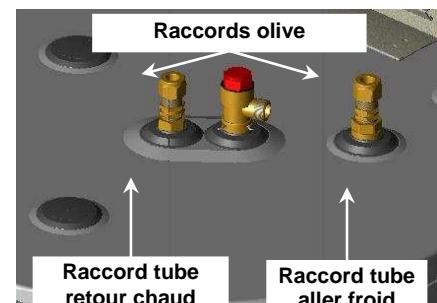

Figure 1.6
- La tuyauterie **d'aller (tube froid)** sera reliée entre le raccord olive décentré situé en haut de l'unité et marqué du label "**cold**" (cf. figure 1.6, ci-dessous) et le **point bas à gauche des capteurs** (à l'opposé du bouchon des capteurs). Si l'unité est placée au grenier, ce raccord doit toujours se trouver à 50cm minimum en dessous du point le plus bas des capteurs.
- La tuyauterie de **retour (tube chaud)** sera reliée entre le raccord olive situé en haut au centre de l'unité et marqué du label "**hot**" ((cf. figure 1.6, ci dessous) et le **point haut à droite des capteurs** (à l'opposé du doigt de gant de la sonde de température).
Elle est située sur le dessus du ballon, à côté du raccord aller chaud du circuit primaire (se référer à la figure 1.6 ci dessus)
Dans les cas où la hauteur géométrique est supérieure à 9 m (voir le paragraphe "Hauteur géométrique maximale" page 16), il faudra installer une pompe de relève de type SALMSON HXL63-15P RU15/21 sur la canalisation "aller froid" (voir figure 1.6 ci-dessus) à moins de 1m du haut ballon avec l'entrée et la sortie à la verticale. La flèche indiquant le sens de circulation doit être orientée vers le haut en direction des capteurs solaires.